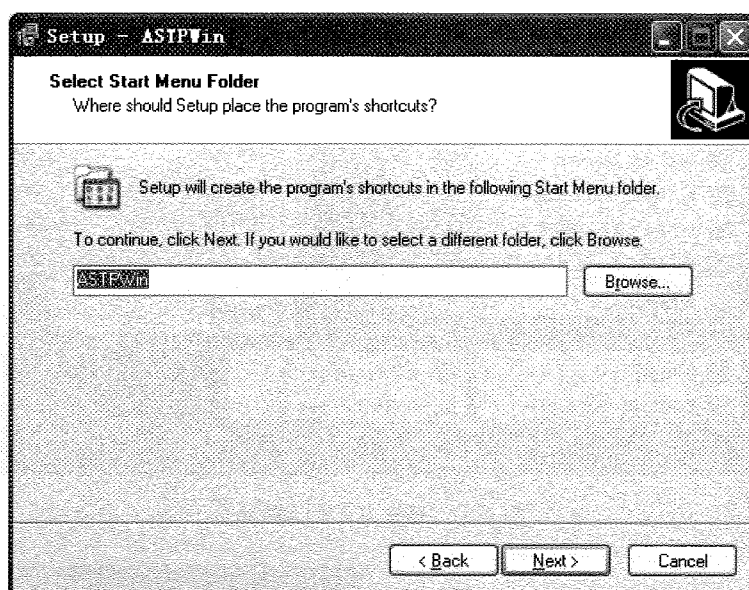

图 4-27 设置文件夹
(5)设置文件夹,如图 4-27 所示,继续点击 Next。